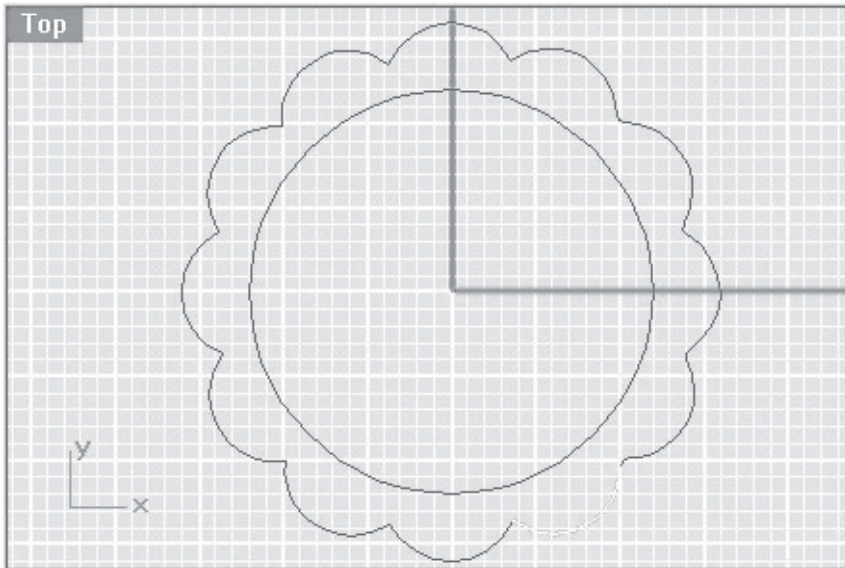

Рис. 57. Получившиеся линии контура
3. Обрезаем окружности в местах их пересечения, используя команду *Subcrv* и/или *Split*. Самую первую окружность сдвигаем вниз (рис. 57).